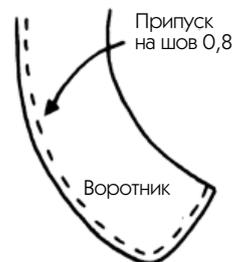

Рис. 95
1. Отделяемая деталь (воротник или лацкан) выкраивается с равномерными припусками на швы размером 0,8 см (рис. 95).